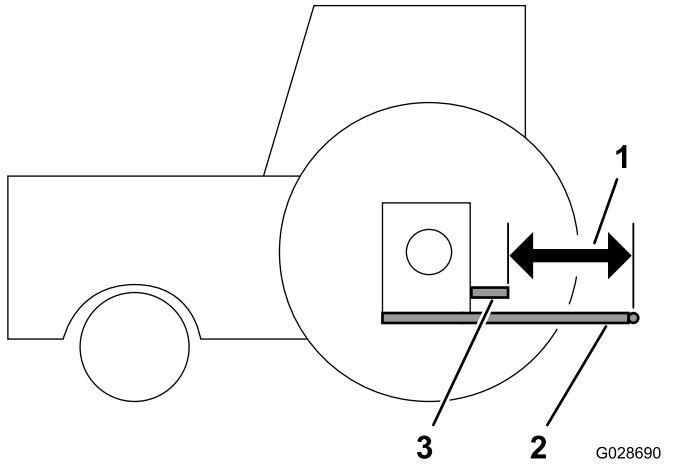

Bild 9
1. Legen Sie ein Richtscheit über die Enden der Längslenker, um den Abstand zum Ende der Abtriebswelle (Bild 9) festzustellen.
2. Messen Sie die Abstand zwischen dem Ende der Abtriebswelle und dem Befestigungspunkt der unteren Längslenker (Bild 9). Zeichnen Sie Ihre Messung hier auf: